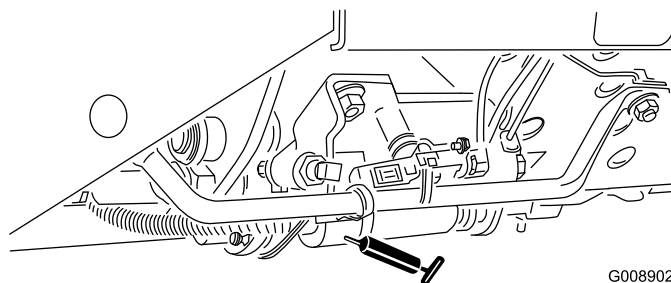

Figura 44
- Mando segar/transportar (Figura 44)